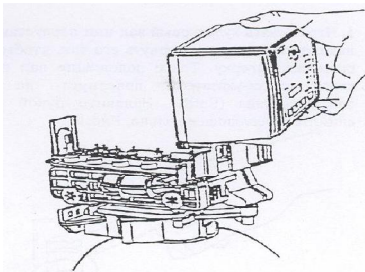

Рис. 18
8. Снимите модуль управления. Рис.18.